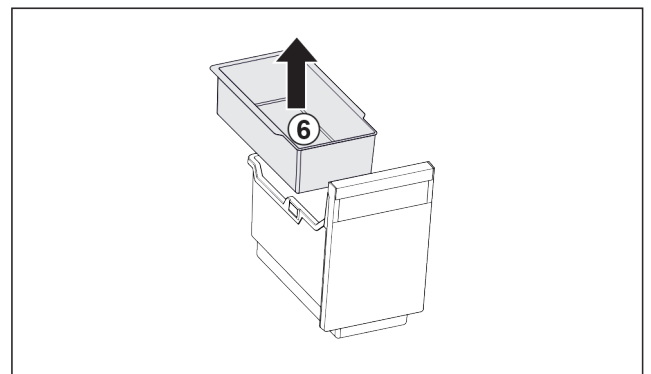

Fig. 102
- Einhängeschale Fig. 102 (6) entnehmen.